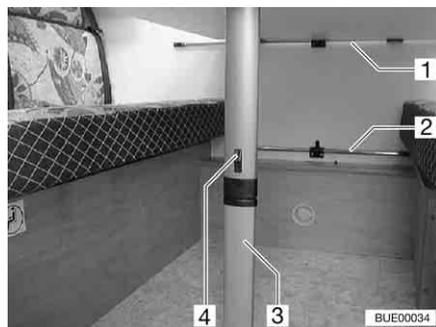

Bild 74 Hängetisch mit Knickfuß
- Arretierung (Bild 74,4) in Richtung Tischplatte schieben.
- Unteres Fußteil (Bild 74,3) um 90° umklappen.
- Hängetisch aus der oberen Einhängeschiene (Bild 74,1) aushängen.
- Hängetisch in die untere Einhängeschiene (Bild 74,2) einhängen und auf dem Tischfußgelenk abstellen.